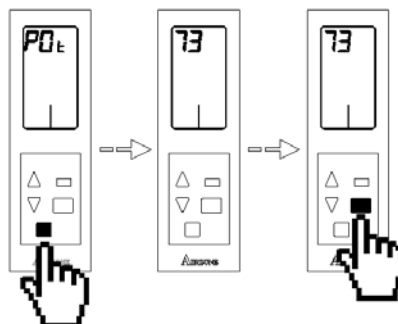

Fig. 104
- **Potência da emissão wireless P0t.** Este menu mostra a potência da receção de dados do comando traduzida em percentagem. Para visualizar a potência da receção, toque no botão de confirmação . Caso apareça -- indica que não recebe comunicações. Para voltar ao menu anterior, toque no botão sair . (Fig. 104)